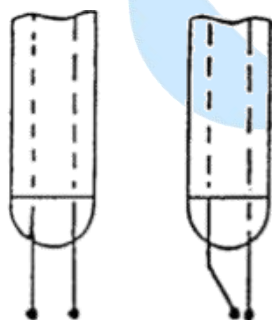

图 6
- 3) 测量电极弯曲而没有短路时可以使用。也可以进行修复。修复时要用镊子夹住铂金电极的根部, 慢慢修整铂金电极的顶端, 可用的电极如下图 6 所示: